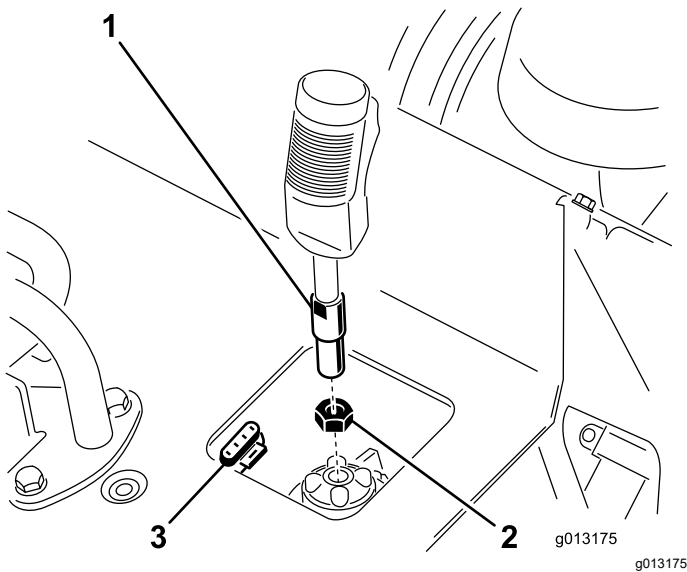

Bild 3
1. Schrauben Sie die Klemmmutter auf den Fräsensteuerhebel (Bild 3).
2. Schrauben Sie den Fräsensteuerhebel in die Aufnahme am Bedienfeld (Bild 3).
3. Der Abzug sollte nach vorne zeigen; ziehen Sie dann die Klemmmutter gegen die Aufnahme fest, um den Hebel zu befestigen (Bild 3).
4. Schließen Sie das Kabel am Hebel am 4-Stift-Stecker unter dem Bedienfeld an (Bild 3).